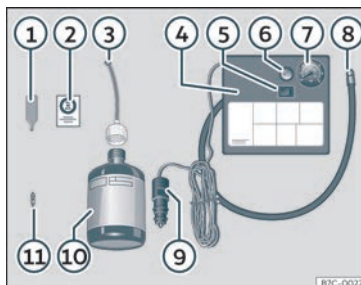

Fig. 34 Representação padrão: conteúdo do kit antifuros.
O kit antifuros está localizado na bagageira, por baixo do revestimento do piso. Inclui os seguintes componentes»» Fig. 34 :
- Desenrosque a proteção e o obus da válvula do pneu. Utilize o aparelho»» Fig. 34 ① para retirar a carga. Coloque-o numa superfície limpa.
- Agite com força a garrafa de vedante de pneus»» Fig. 34 ⑩.
- Enrosque o tubo de enchimento»» Fig. 34 ③ na garrafa de vedante. O selo da garrafa partir-se-á automaticamente.
• Remova o tampão do tubo de enchimento >>> **Fig. 34 ③** e enrosque a extremidade aberta do tubo na válvula do pneu.
>>> **Fig. 34 ①** na válvula do pneu.
• Enrosque o tubo de enchimento do pneu do compressor >>> **Fig. 34 ⑧** na válvula do pneu.
• Verifique se o parafuso de evacuação de ar está fechado >>> **Fig. 34 ⑥**.
• Ligue o conector >>> **Fig. 34 ⑨** à tomada de corrente de 12 volts do veículo >>> Página 153.
• Ligue o compressor de ar com o interruptor ON/OFF >>> **Fig. 34 ⑤**.
• Cole o autocolante >>> **Fig. 34 ②** no painel de instrumentos, dentro do campo visual do condutor.
Volte a enroskar o tubo de enchimento >>> **Fig. 34 ⑤** e verifique a pressão no manómetro **⑥**.